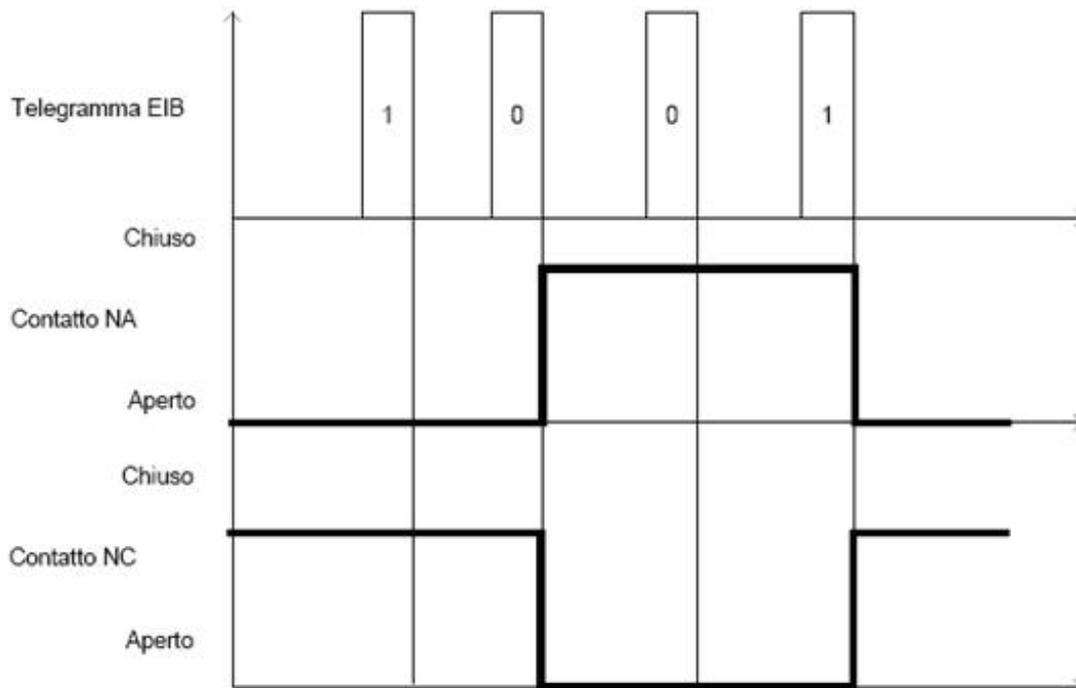

Fig. 3.2
- se la modalità di funzionamento è **commutazione ON/OFF**, alla ricezione del suddetto valore il dispositivo commuta il relè (chiusura contatto NA / apertura contatto NC); viceversa, alla ricezione del valore logico "1", il dispositivo riporta il contatto in scambio nelle condizioni normali (apertura contatto NA / chiusura contatto NC). Si veda la fig. 3.2.